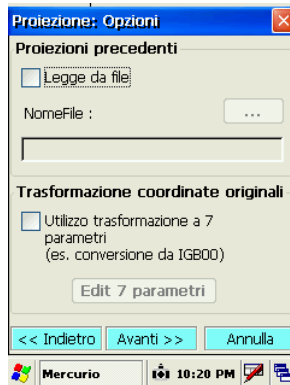

fig. 95
4. dalla fig 95 premere **Avanti>>**